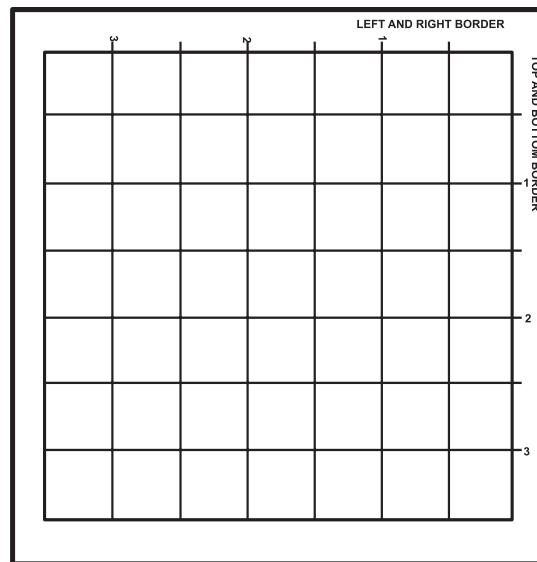

Fig. 2
2. Guide-bordure (Fig. 2) – grille de mesure blanche avec espacements des lignes de 1/16 po et butée d'alignement de coin au verso.
2. Randschablone (Abb. 2) - Ein weißes Raster mit parallelen Linien im Abstand von 1/16" (Zoll) sowie ein Anschlagpunkt für die Eckeinstellung auf der Unterseite.
2. Guida per bordi (Fig. 2): griglia di misurazione bianca con linee distanziate in multipli di 1/16" e un ferma angolare di allineamento sul lato inferiore.
2. Guía de bordes (Fig. 2): grilla de medición en blanco con líneas espaciadas que aumenta de a 1/16" y un tope de alineación en la esquina sobre la parte inferior.